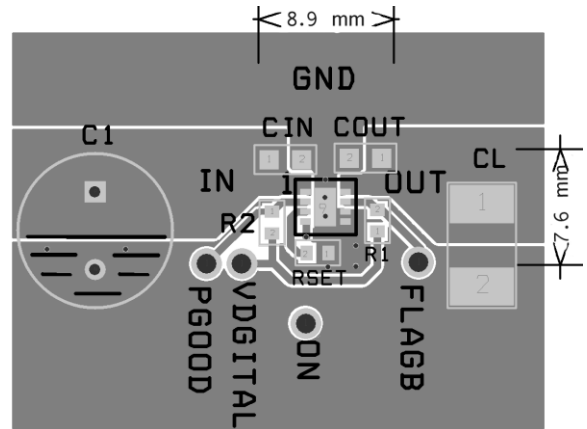
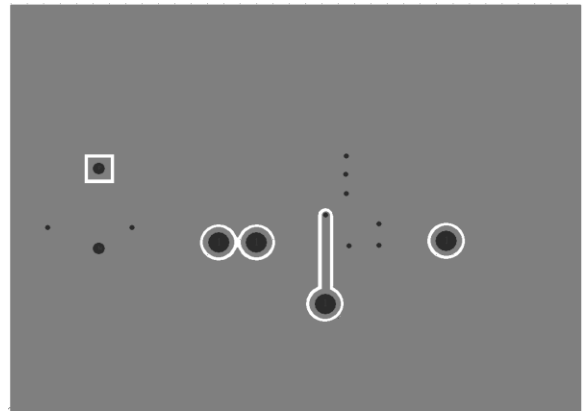

图 39. 输出和接地铜片正确布局 (顶视图, SST, 以及 i AST 层)
图 40. 正确布局 (底面图和 ASB 层)
若要实现最佳效果，所有的线路应尽量短。若要实现最高效率，输入和输出电容应尽可能靠近器件放置，从而尽量降低正常和短路工作时的寄生电感。图 39 IN, OUT 和 GND 引脚使用较宽敷线，有助于降低寄生电感，以及壳至环境的热阻。
3. IN、OUT 和 GND 引脚可耗散在高负载电流条件期间产生的大部分热量。强烈推荐采用图 39 和图 40 中的建议布局，它说明了器件在 MLP 3x3 封装中的正确布局。将 IN, OUT 和 GND 引脚连接至铜片，从而尽量将器件的热量传输出来。低功率 FLAGB 和 ON 引脚敷线应远离器件，尽量增大接地垫的面积。尽可能靠近器件放置输入和输出电容。